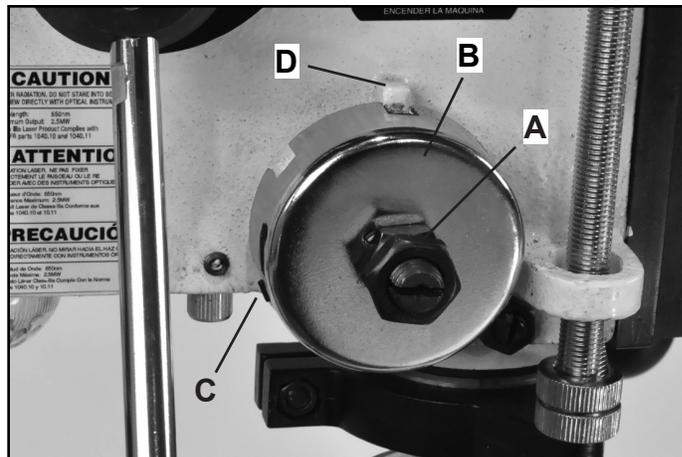

FIG. 22
El Mandril volverá automáticamente hacia arriba a su posición inicial original cuando se suelte el mango de funcionamiento. El mecanismo de resorte de retorno, FIG. 22, se ha preajustado en fábrica y no debe requerir ningún ajuste. Sin embargo, si la tensión del resorte disminuye y necesita un ajuste, siga estos pasos;
2. Afloje las tuercas de la cubierta de resorte (#47, FIG. 22, A), pero NO RETIRE las tuercas del pasador roscado.
3. C son sacar completamente la cubierta de resorte (#48, Fig. 22, B) ligeramente, y mantener una sujeción firme en él - NO DEJE LA CUBIERTA SPIN, ya que evita que el muelle se desenrolle. Además, ¡NO deje que el extremo del muelle (C) se desenganche de su muesca en la cubierta del muelle!
4. Extraiga la cubierta lo suficiente para que la muesca de la cubierta despeje la nube en la fundición de la cabeza (D).